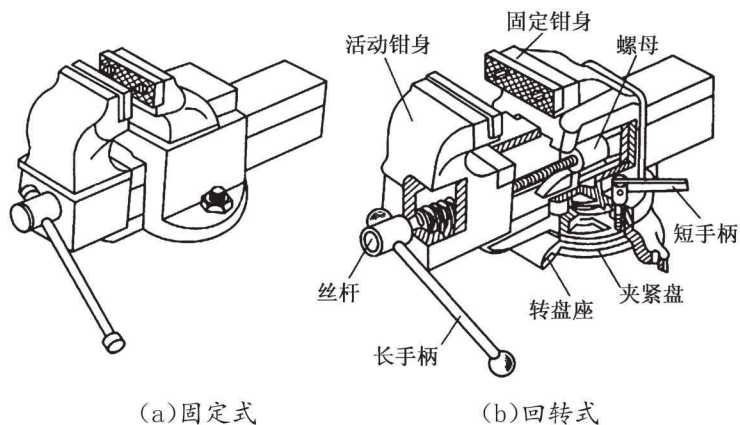

图 1-1-1 台虎钳
(1)夹紧工件时,依靠手的力量,顺时针转动长手柄来移动活动钳身夹紧工件,反之就是松动工件。如图 1-1-1 所示。
(3)利用台虎钳的上部进行旋转练习。如图 1-1-1(b)所示,顺时针转动短手柄(锁紧螺钉),上部即松动,此时转动上部到合适位置并锁紧。反复练习。